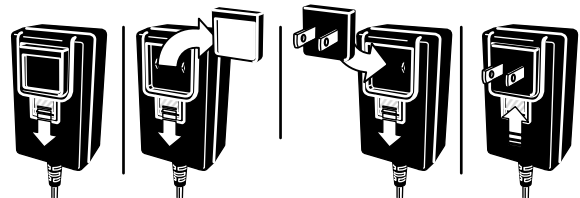

Figura 8
4. Remova a proteção do adaptador de energia e instale a tomada adequada para a sua região (Figura 8).